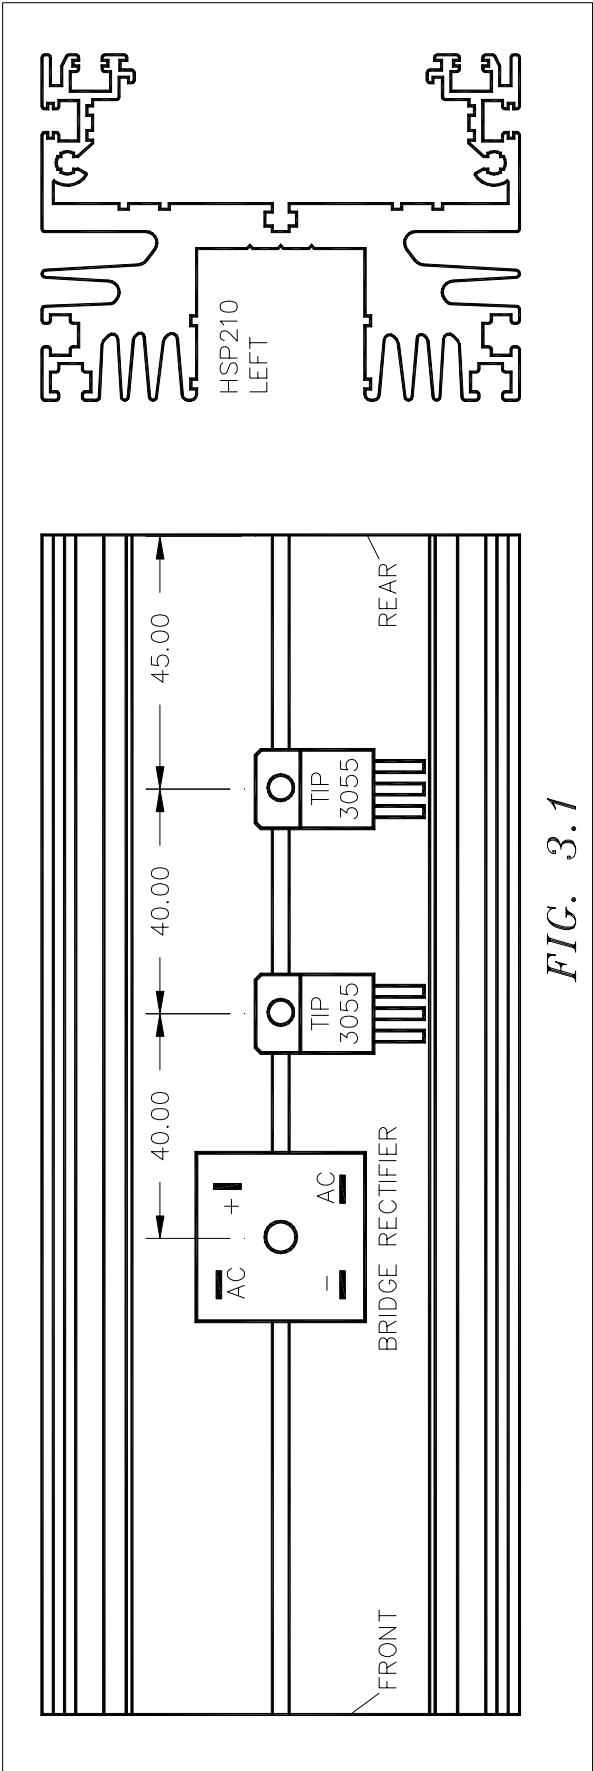

FIG. 3.1
- Schieben Sie die andere Transistor-Leiterplatte in den linken Kühlkörper (siehe Abb. 3.1).
Montage des Brückengleichrichters: (für Positionierung siehe Abb. 3.1):
- Legen Sie ein wenig wärmeleitende Siliziumpaste (erhältlich im Fachgeschäft) auf der Rückseite des Brückengleichrichters und montieren Sie den Brückengleichrichter mit einer Sicherungsscheibe und einer M3 Mutter (siehe Abb. 3.5). Achten Sie darauf, daß die mit + gekennzeichnete Klemme oben steht (siehe Abb. 3.1).